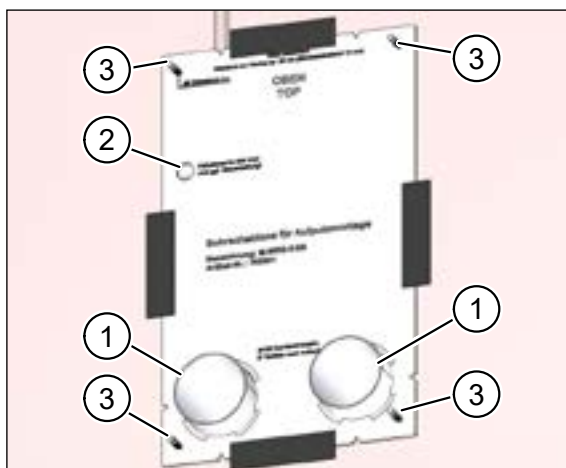

Рис. 22: трубы приточного и вытяжного воздуха на внутренней стене
- ▶ Расположите шаблон (поз. 2 на рис. 22) на внутренней стене.
- ▶ Закрепите шаблон с помощью четырех дюбелей S8 (поз. 3 на рис. 22).
- ▶ Вставьте трубы приточного и вытяжного воздуха (поз. 1 на рис. 22) в отверстия таким образом, чтобы они выступали за уровень внутренней и внешней стены. Вентиляционные трубы фиксируются на внутренней стене шаблоном для вентустановки (поз. 2 на рис. 22).